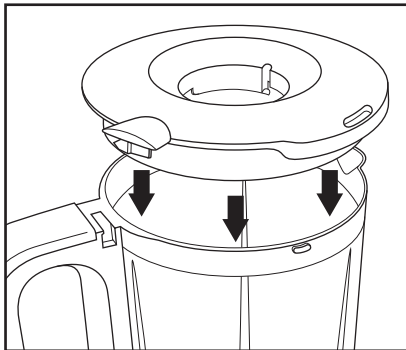
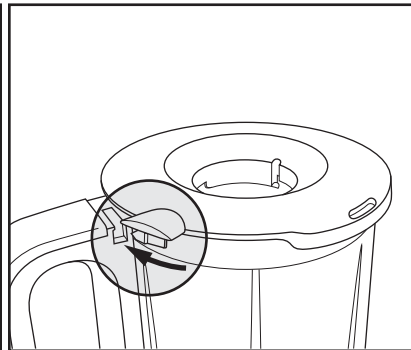

Fig. 3
Fig. 4
- 1) Placez le mixeur sur le bloc moteur ❶, de manière à ce que la flèche ▼ située sur le support avec la lame du couteau ❸ pointe sur le symbole .
- 3) Placez le couvercle mixeur ❹ du mixeur sur le bol mixeur ❺, de manière à ce que la lèvre du couvercle mixeur ❹ arrive exactement sur la poignée du bol mixeur ❺ (Fig. 3). Veillez à positionner la lèvre exactement sur le côté près de la poignée vers lequel la coulisse de la poignée est ouverte. Tournez le couvercle mixeur ❹ dans le sens des aiguilles d'une montre de manière à ce que le verrouillage du couvercle mixeur ❹ entre dans la coulisse de la poignée du bol mixeur ❺ (Fig. 4). Ce faisant, appuyez un peu la lèvre vers le bas pour garantir que les verrouillages s'enclenchent dans la fente.